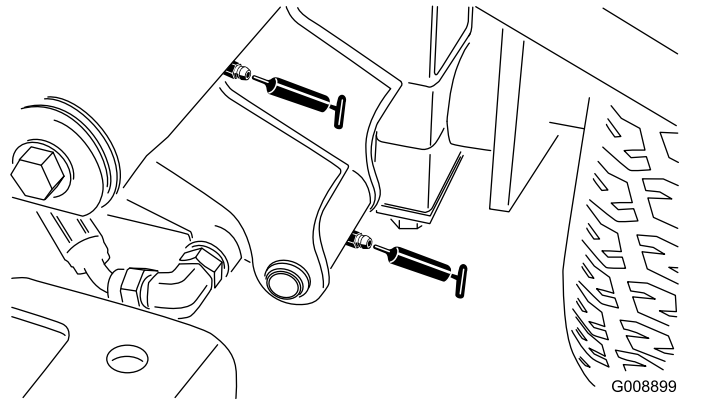

Figura 32
- Pivote (2) y cilindro de elevación del brazo de elevación delantero izquierdo (Figura 32)